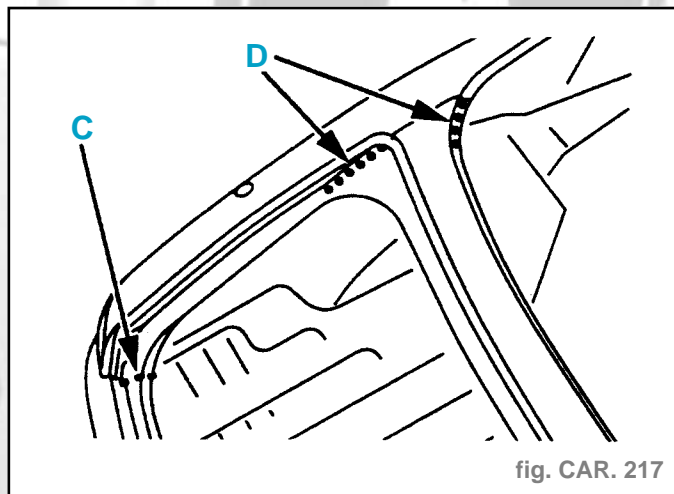

fig. CAR. 217
- Souder par cordons successifs au MIG (suivant C) (fig. CAR. 217).